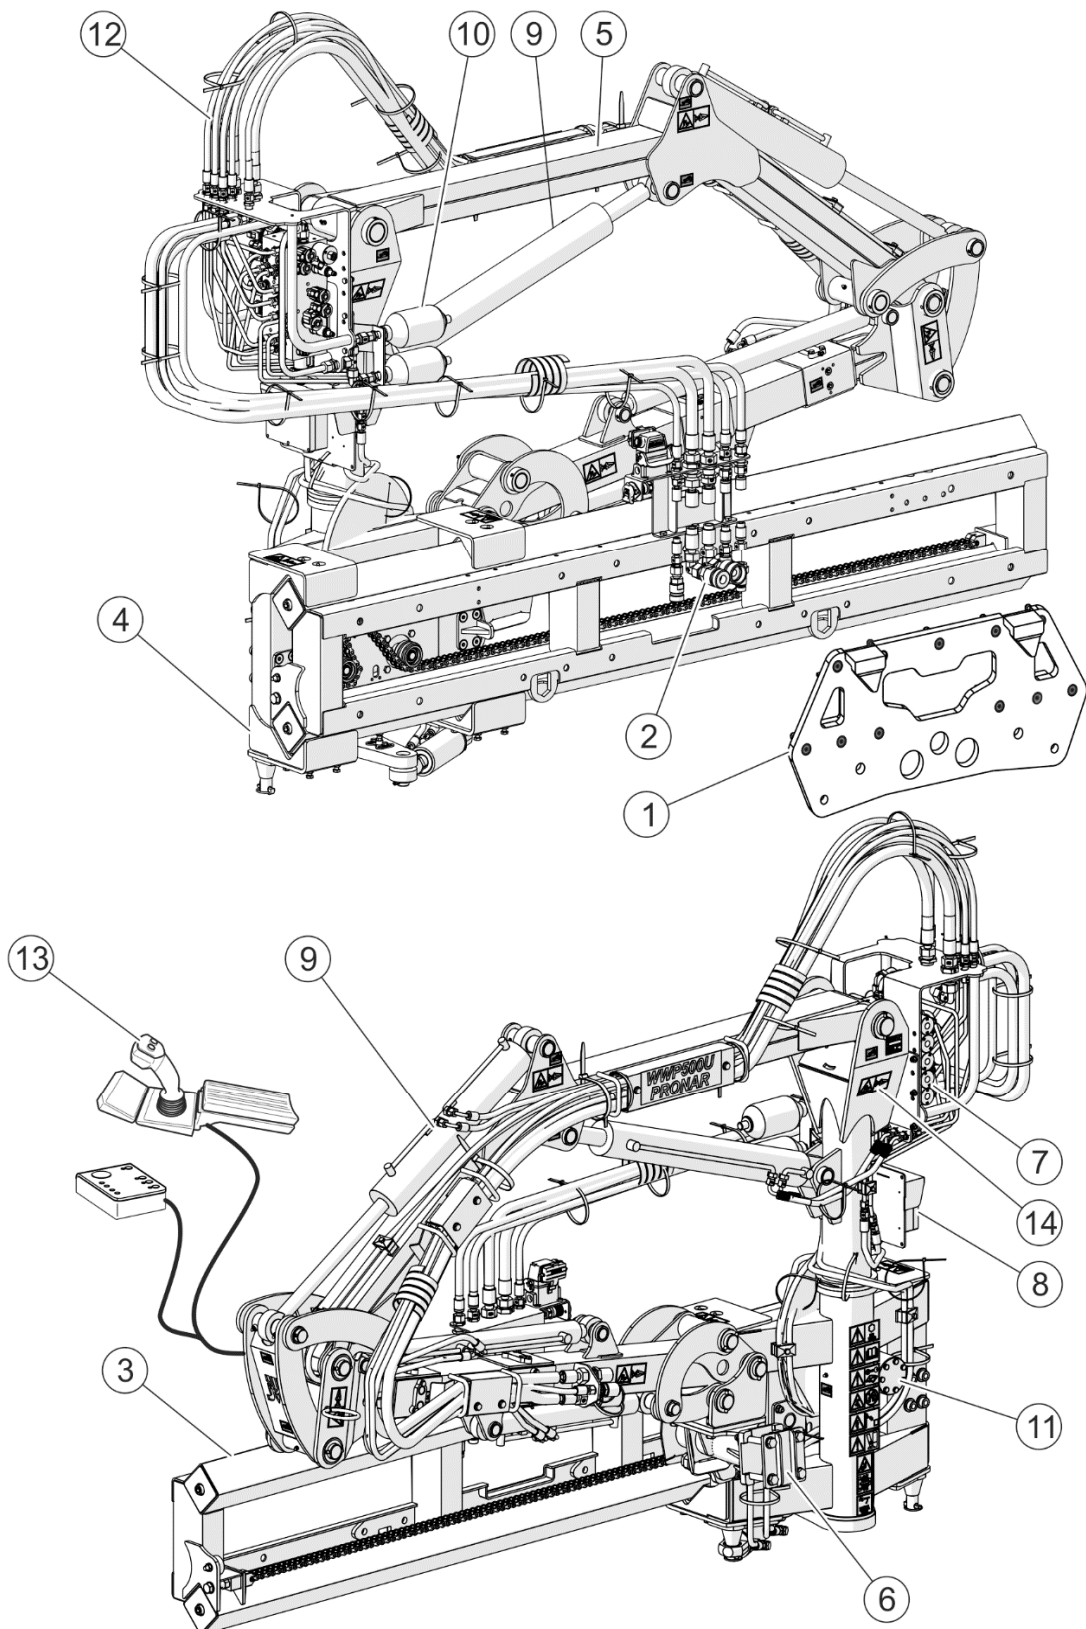

FIGURA 3.1 Construcție generală
Elementul principal al sistemului de suspensie (FIGURA 3.1) al brațului multifuncțional este placa de adaptare (1) cu elementele de conexiune tipul A (conform DIN 76060) sau tip B (conform DIN 76060) fixate pe ghidaj brațului și responsabile sunt pentru conectarea sistemului frontal de suspensie ale suportului universal de unelte.